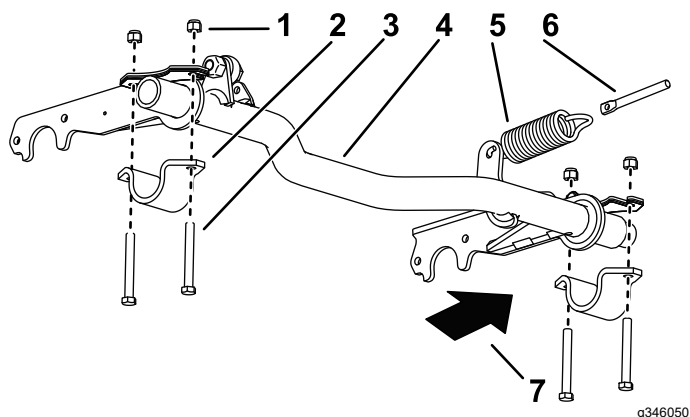

Figure 5
1. Accrochez le ressort d'extension au levier de ressort sur le tube de pivot et la tige de ressort (Figure 5).
2. Fixez légèrement le support de tube de pivot sur le côté droit (Figure 5).
3. Glissez le côté droit du tube de pivot dans le support de tube de pivot droit (Figure 5).
de 2 boulons ($\frac{3}{8}$ x 3 po) et 2 contre-écrous ($\frac{3}{8}$ po) (Figure 5).